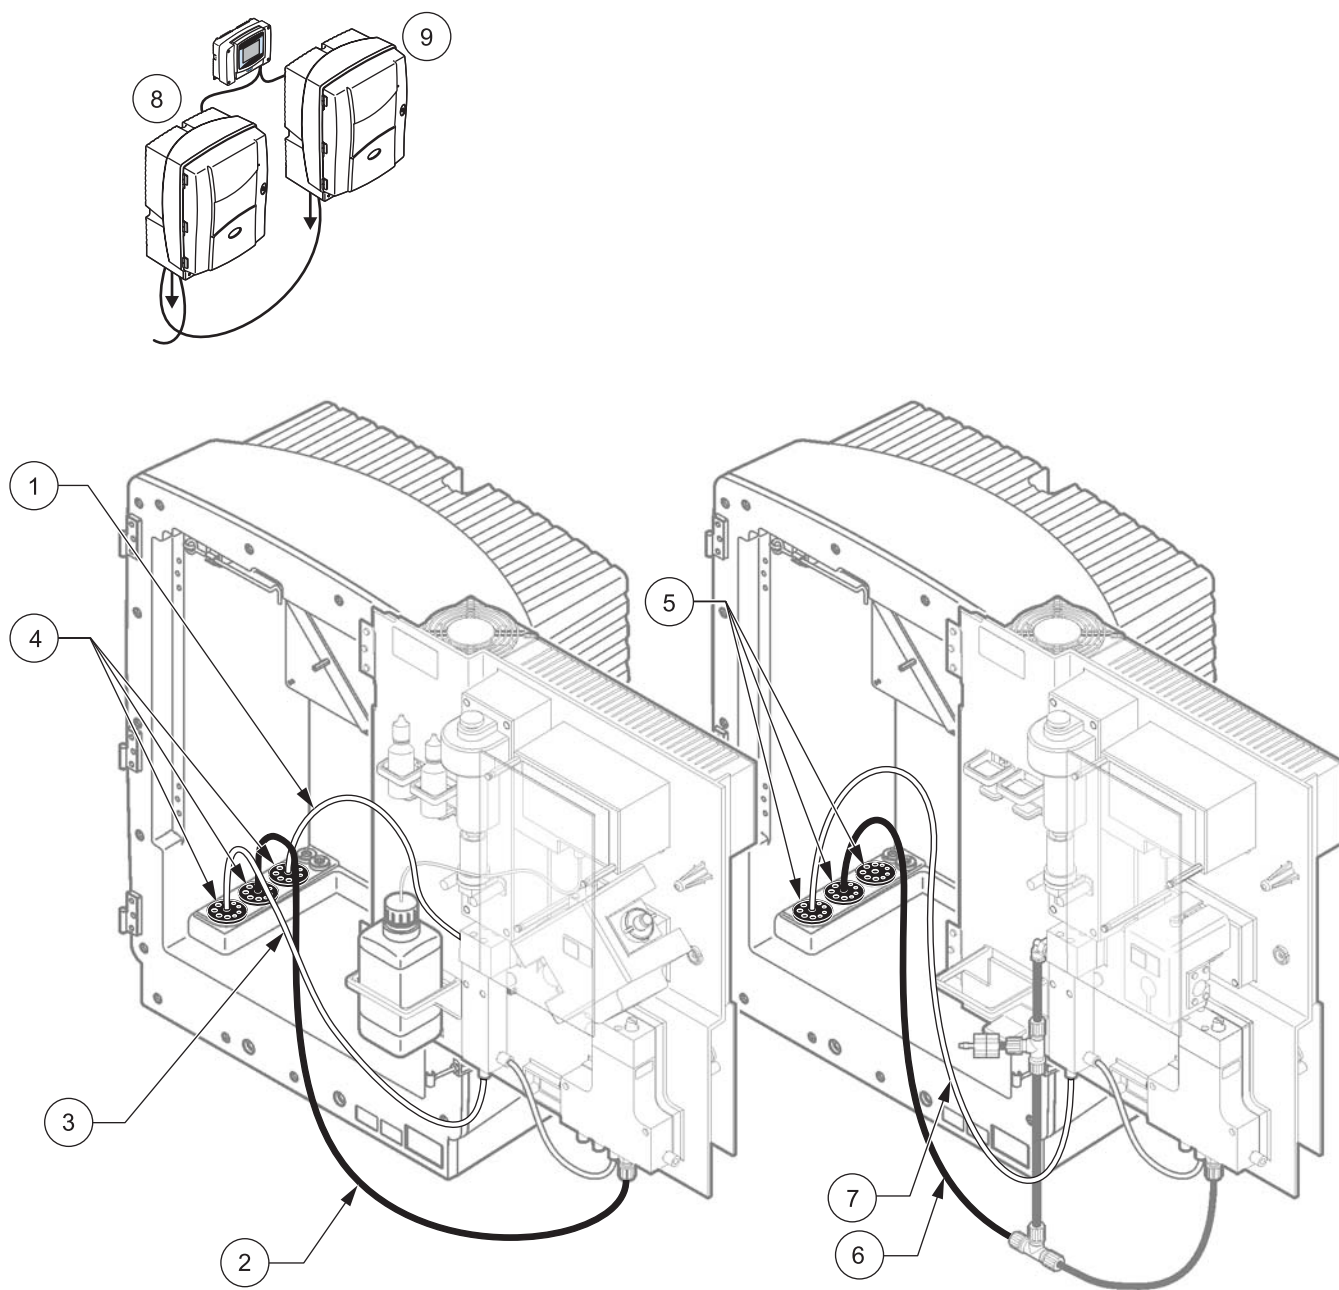

图 35 选项 10b 设置
请参考图 35 以及选项 10b 的以下说明：
- a. 通过分析器从取样准备设备引出取样管（图 35，项目 3）。使用 3 号密封塞加固。